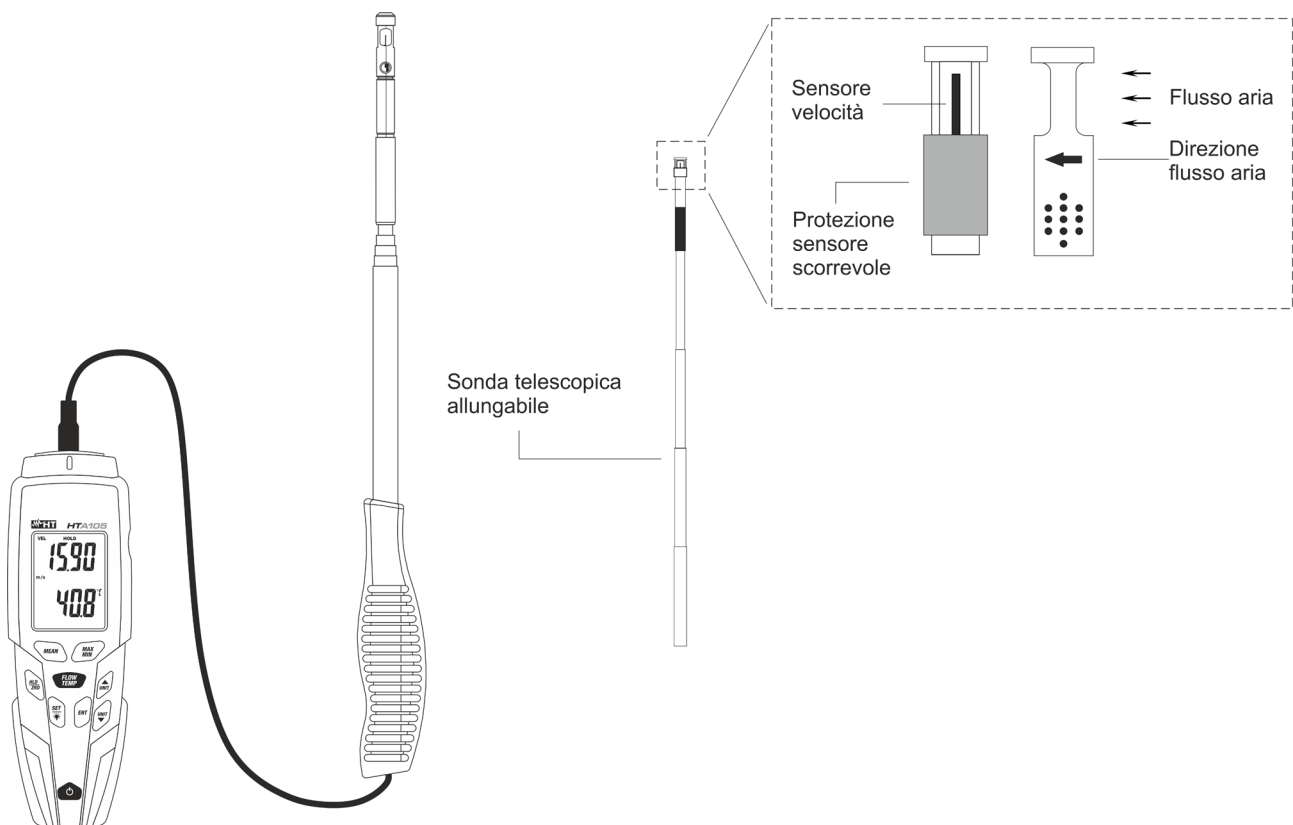

Abb. 6: Messung der Luftgeschwindigkeit und -temperatur
7. Am Ende drücken Sie die Taste **ENT** zur Bestätigung des Werts der Fläche des Kanals. Die folgende Bildschirmseite (siehe Fig. 6) erscheint im Display.
5. Ziehen Sie die teleskopische Sonde aus und stellen Sie den Geschwindigkeitssensor in paralleler Richtung zum Luftstrom, in die Richtung, die vom Pfeil auf der Oberseite der Sonde angegeben ist (siehe Fig. 6).
8. Ziehen Sie die teleskopische Sonde aus und stellen Sie den Geschwindigkeitssensor in paralleler Richtung zum Luftstrom, in die Richtung, die vom Pfeil auf der Oberseite der Sonde angegeben ist (siehe Fig. 6).